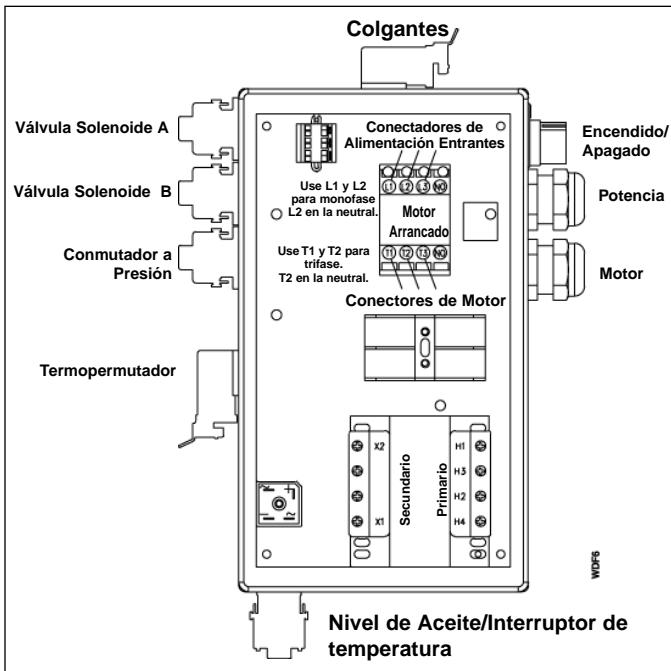

Figura 4, Diagrama de Cableado
El termopermutador, comutador a presión, colgante, solenoides (A) y (B) se suministran con conectores que se conectan en los enchufes apropiados que se encuentran en la caja eléctrica (Figura 4). El comutador de pedal se acopla al receptáculo colgante.